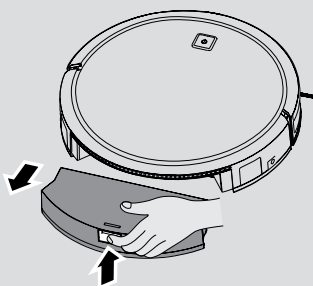

Fig. 17
1. Appuyez sur le bouton de relâchement et extrayez-le. **[Fig. 17]**
2. Appuyez sur le bouton pour détacher le bac à poussière et retirez le bac à poussière du Robot. **[Fig. 17]**